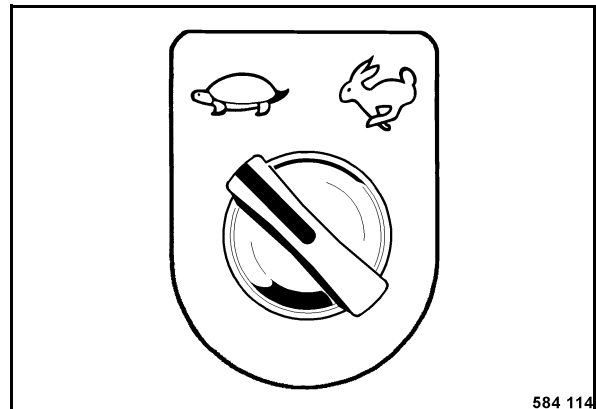

Fig. 105
- Preseleccionar la velocidad de trabajo (Fig. 105).